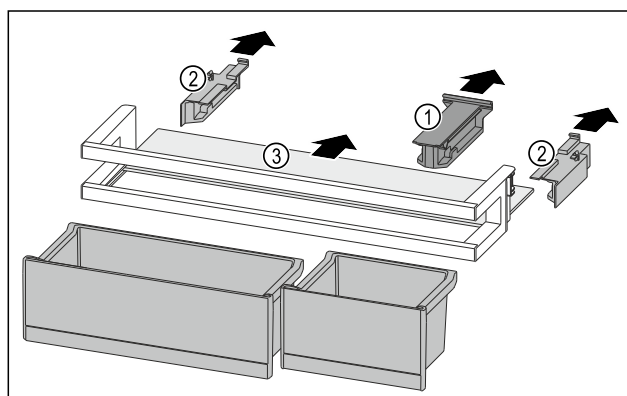

Fig. 92
- Estrarre l'elemento di tenuta Fig. 92 (1).
- Togliere gli elementi laterali Fig. 92 (2).
- Rimuovere il ripiano Fig. 92 (3).